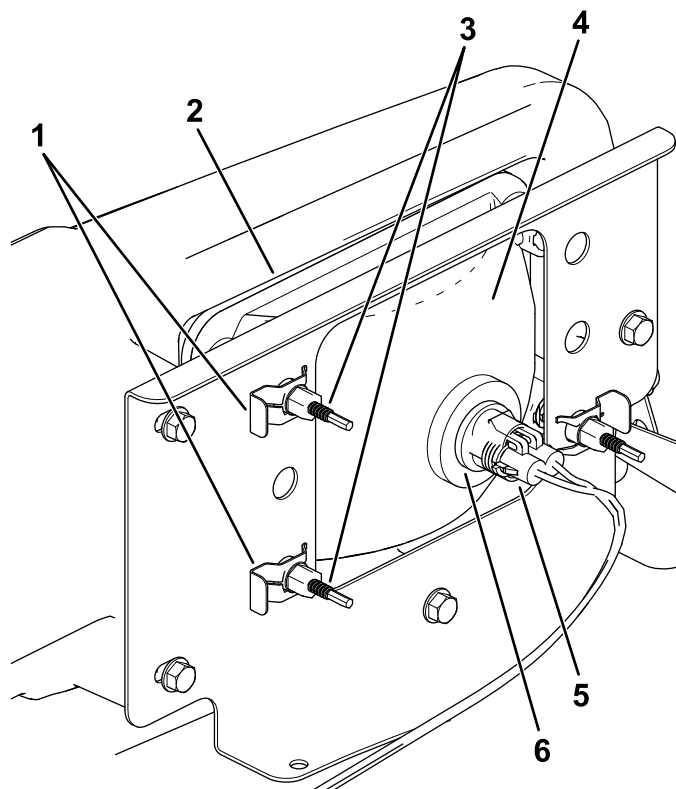

图 40
3. 将线束的电气接头与新灯总成的接头断开 图 40。
4. 卸下将大灯固定至大灯支架上的快速夹 图 40。
5. 将大灯总成从前保险杠的开口向前推出卸下大灯总成 图 40。
6. 通过保险杠开口将新大灯装入 图 40。
8. 将线束的电气接头与灯总成的接头连接 图 40。
- 在大灯总成背面旋转调节螺丝图 40以转动大灯总成调整光束投射的位置。